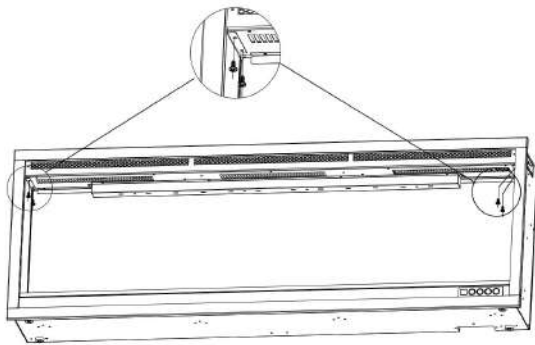

Fig. 2-1
1. Wykręć cztery śruby (po dwie z każdej strony) z dwóch boków kominka. **Rys.2-1**